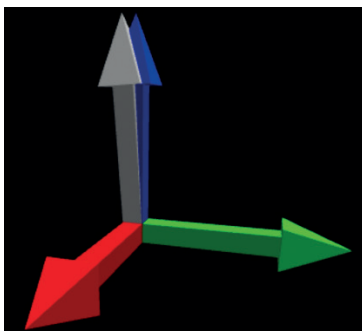

Рис. 12.18. Вектор акселерометра
- Загрузите код в Raspberry Pi и запустите с помощью `python accelerometer_vector.py`. Запустите ваш браузер, чтобы увидеть вывод, как на рис. 12.18.
На рис. 12.18 показаны три цветные стрелки: красная для оси X (указывающая на смотрящего), зеленая для оси Y (указывающая влево) и синяя для оси Z (указывающая вверх). Серая стрелка показывает вектор акселерометра. Она указывает вверх, что говорит нам о том, что вектор акселерометра направлен против вектора гравитации.